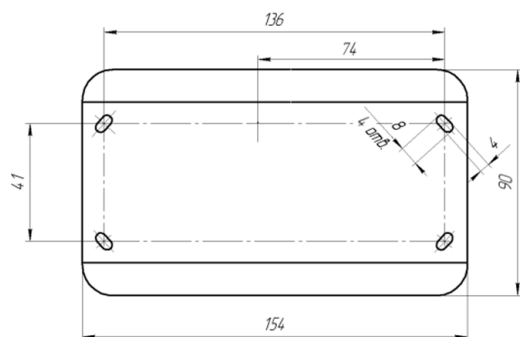

Рисунок 1 – Розмітка отворів на основі корпусу оповіщувача
Конструкція оповіщувачів передбачає їх настінне розміщення. На основі корпусу є п'ять отворів для кріплення оповіщувача шурупами (рисунок 1).
3.1 Перелік клем та їх функцій наведений в табл. 1. Їх розташування показано на рис.1.
3.3 Для індикації режимів роботи та стану оповіщувача використовуються світлодіодні індикатори, розташовані на платі. Призначення індикаторів HL1, HL2 (рис. 1):